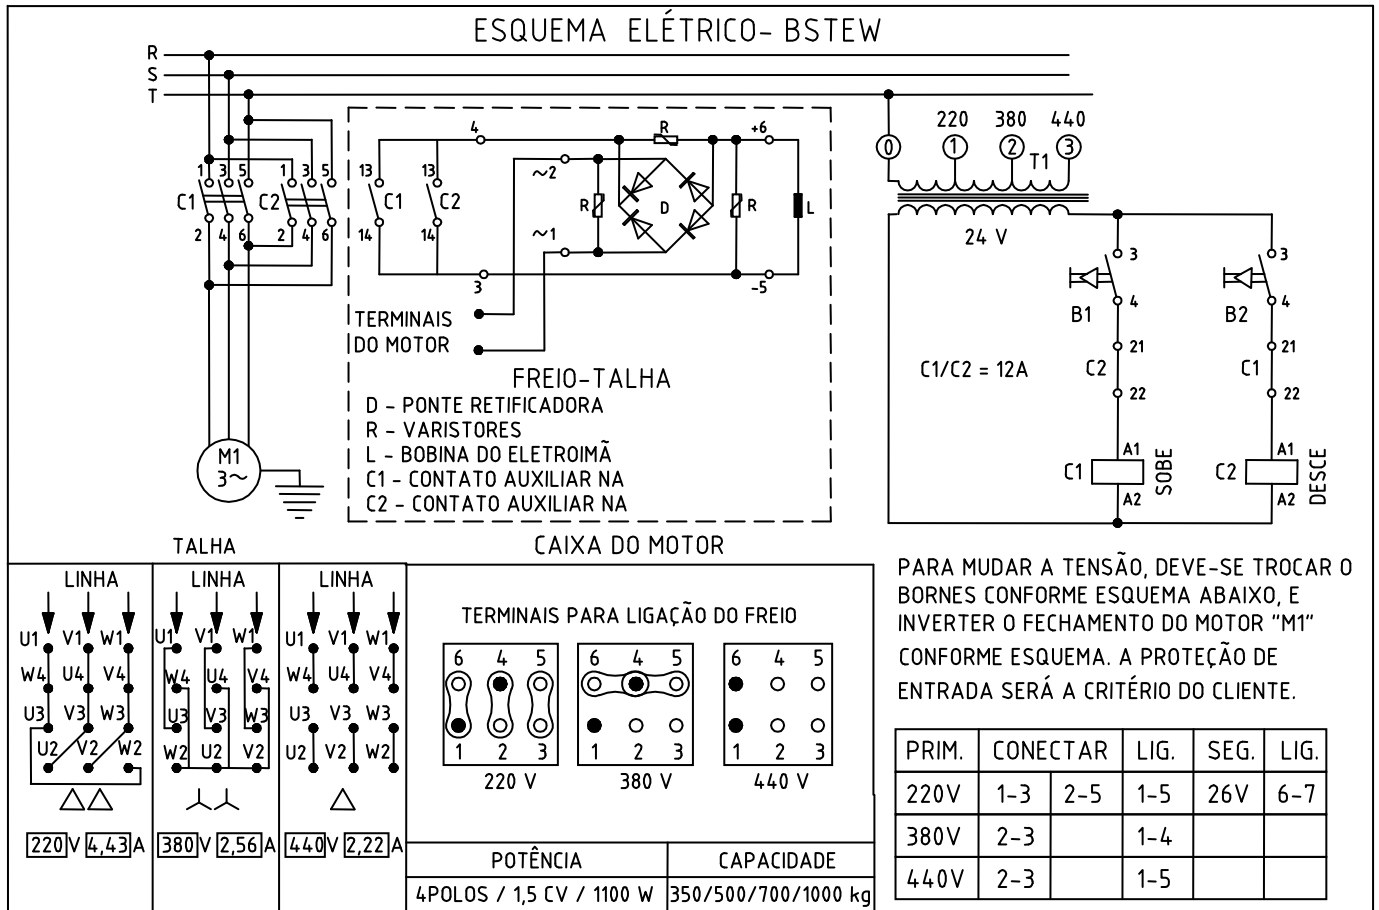

Fig. 1
**3.3-** Antes de conectar o cabo de alimentação à rede elétrica confirmar se a tensão indicada na placa de identificação da talha corresponde à tensão de alimentação, as conexões devem ser efetuadas conforme esquemas elétricos mostrados nas fig. 1 e 2 para talhas **BSTEW** e FIG. 3 e 4 para talhas **BSEW**.